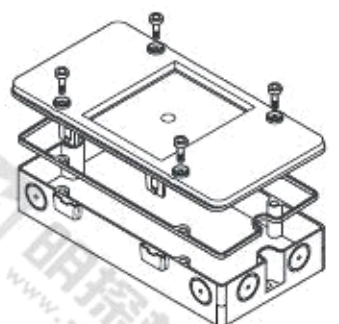

图 6
- 安装在控制器或开关柜外面: 潮湿环境使用 FDCH292 保护盒(图 6)。
1. 盖上盒盖 (图 6)。